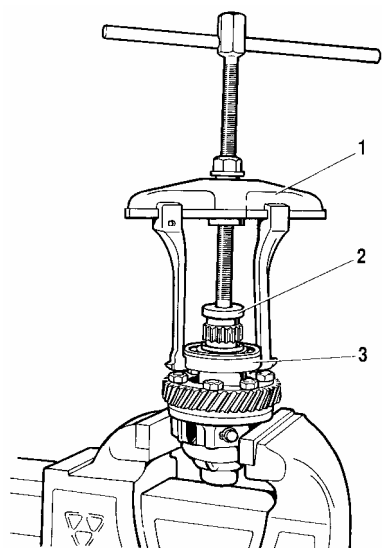

Рис. 3-38. Детали дифференциала раздаточной коробки:
- снимите стопорное кольцо 1 (рис. 3-38) и пружинную шайбу 2 переднего подшипника;
- снимите стопорные кольца 8 (см. рис. 3-38) и пружинную шайбу 14, затем выпрессуйте ось сателлитов и снимите сателлиты и шестерни привода ведущих мостов с опорными шайбами.
Проверьте состояние поверхности шеек шестерен привода мостов и их посадочных отверстий в корпусах дифференциала, а также состояние опорных поверхностей на регулировочных шайбах и сопрягаемых с ними торцевых поверхностей на корпусах и шестернях привода мостов. Обнаруженные повреждения устраните мелкозернистой шлифовальной шкуркой или бархатным напильником; значительно поврежденные или изношенные детали замените. При снятой пружинной шайбе 14 (см. рис. 3-38) убедитесь в отсутствии радиального перемещения стопорных колец 8 в канавках оси 13. В случае обнаружения люфта замените стопорные кольца.